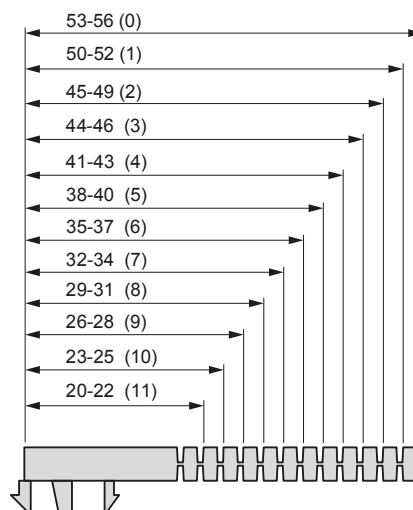

Fig. 12
Ex: 41–43 (4) anger intervall för glastjocklek och antal strripps som klipps bort. Fig 12.